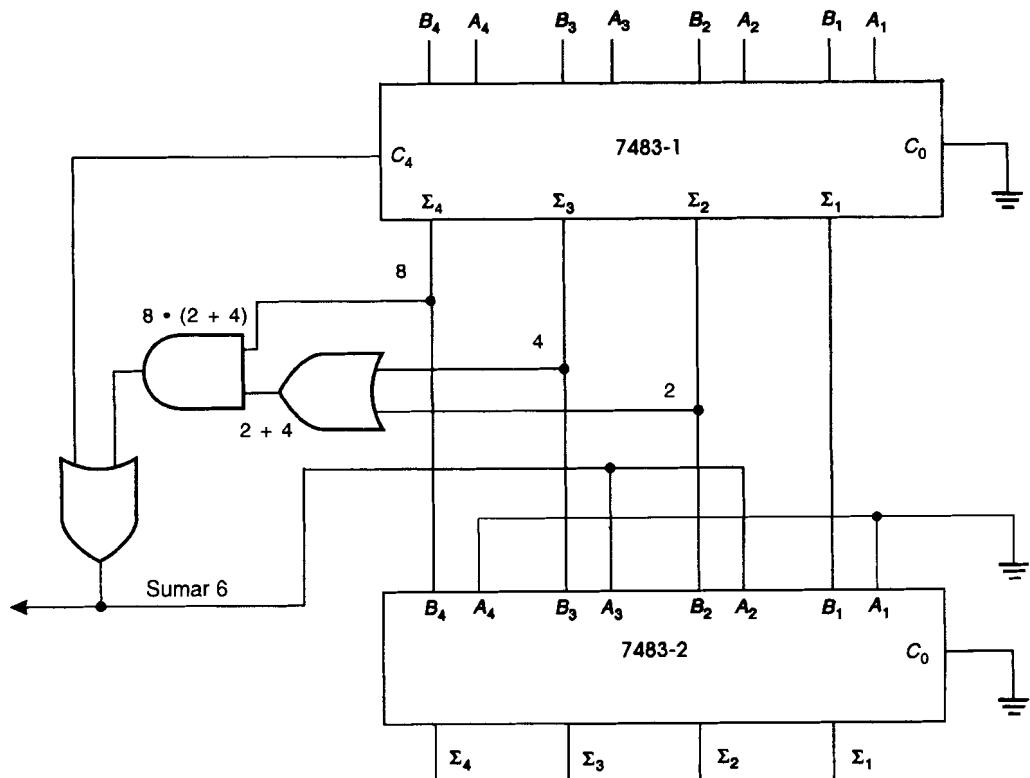

FIGURA 5-35 Sumador de BCD
tierra, o de lo contrario en lugar de sumar 6 se sumará 7. La figura 5-35 muestra el diagrama completo del circuito.
3. Sume los siguientes números en BCD. Haga el seguimiento de los niveles lógicos en la figura 5-35. [8]